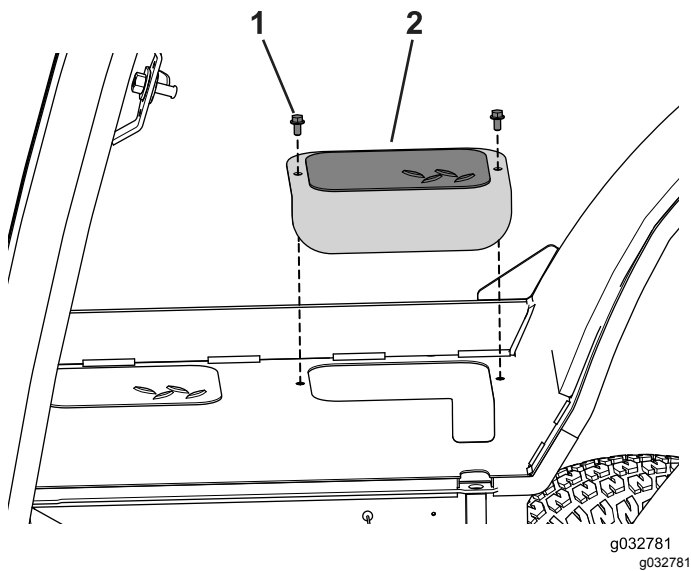

Figura 66
1. Retire os 2 parafusos que prendem a cobertura de acesso em cada lado da máquina e coloque-os de lado (Figura 66).
7. Retire o conjunto da barra de elevação e instale a cobertura de acesso que colocou de lado anteriormente (Figura 66).